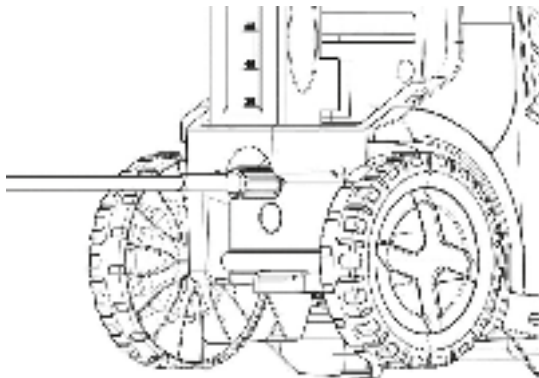

Рис. 8
6. Подсоедините шланг высокого давления к водопроводному патрубку на корпусе мойки (рисунок 8).